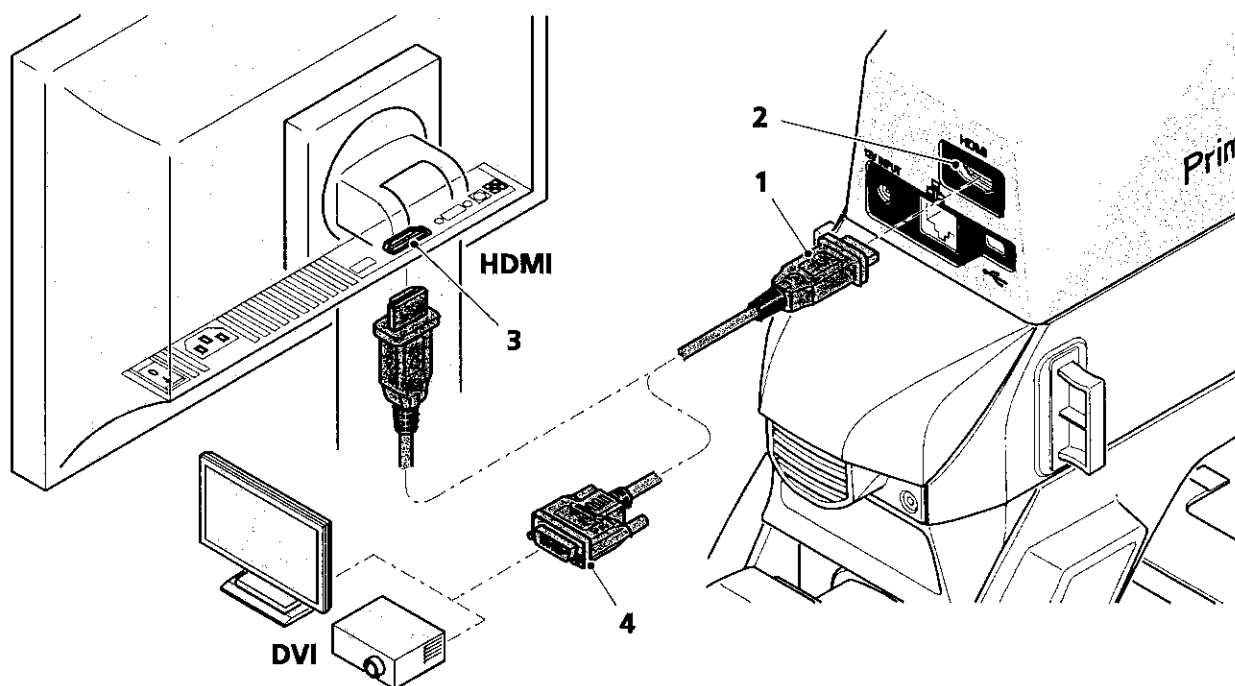

Fig. 8 Raccordement du tube binoculaire 30°/20 à un moniteur / vidéoprojecteur
- Raccordez le moniteur / vidéoprojecteur au tube binoculaire 30°/20 avec le câble HDMI. Pour cela, branchez les fiches HDMI (Fig. 8/1) dans la prise au dos du tube binoculaire 30°/20 (Fig. 8/2) et au moniteur / vidéoprojecteur (Fig. 8/3).
-  Si vous utilisez un moniteur / vidéoprojecteur, vous avez besoin d'un câble d'adaptation HDMI / DVI (Fig. 8/4) ou d'un adaptateur HDMI / DVI pour la restitution des images.